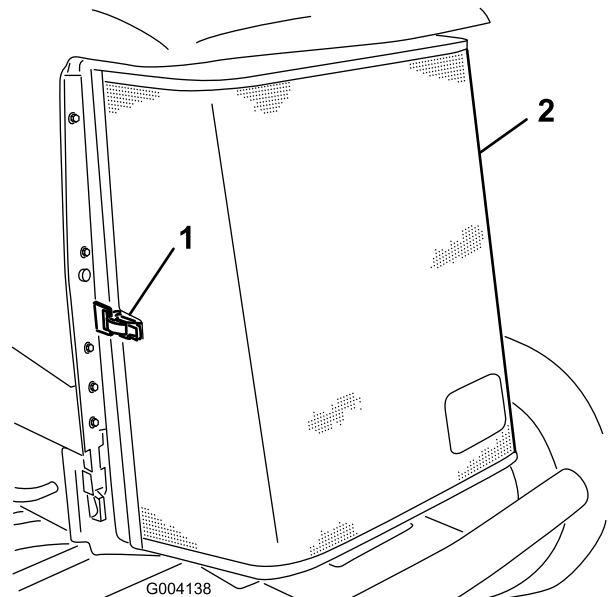

Figura 93
5. Destranque o filtro traseiro e abra-o (Figura 93).